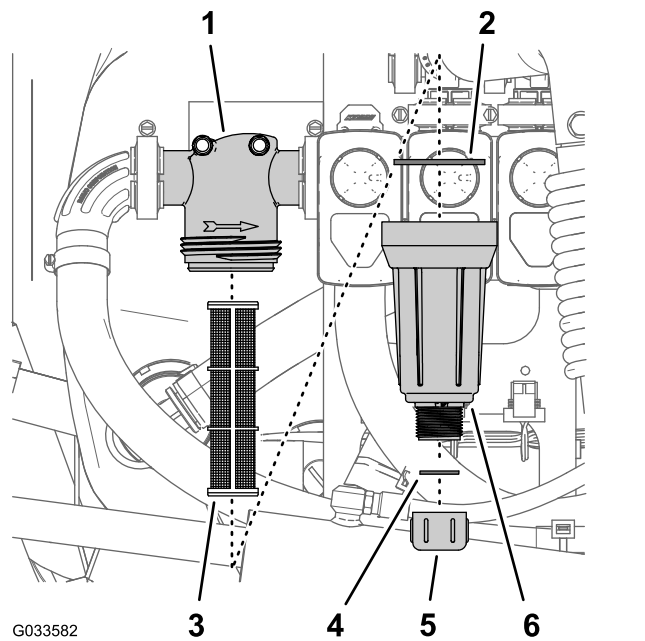

Рисунок 96
2. Поместите сливной поддон под фильтр линии нагнетания (Рисунок 96).
стакана фильтра линии нагнетания (Рисунок 96).
4. Поверните стакан против часовой стрелки и отделите его от головки фильтра (Рисунок 96).
5. Снимите элемент фильтра линии нагнетания (Рисунок 96).
7. Проверьте прокладку пробки сливного отверстия (расположенную внутри стакана) и прокладку стакана (расположенную внутри головки фильтра) на наличие повреждений и износа (Рисунок 96).
8. Вставьте элемент фильтра линии нагнетания в головку фильтра (Рисунок 96).
9. Установите стакан на головку фильтра, затянув от руки (Рисунок 96).
10. Установите крышку сливного отверстия на штуцер в нижней части стакана и затяните крышку от руки (Рисунок 96).